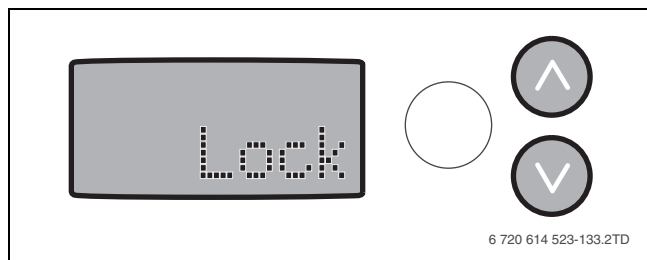

Fig. 40 Pantalla - bloqueo
- ▶ En la pantalla aparece la palabra “Lock” durante 5 segundos (→ fig. 40). El menú de información permanece legible.